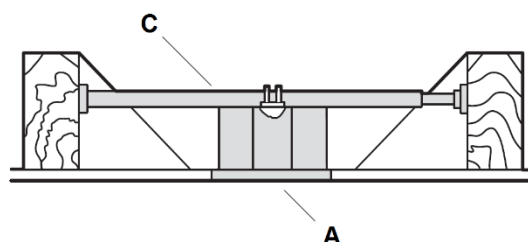

Fig. 5
Para colgar su ventilador donde ya haya un elemento de instalación pero sin vigas, puede que necesite instalar una barra para colgar (C) como la mostrada en la imagen 5. Asegúrese de que la barra de colgar que adquiera haya sido diseñada para usarse con ventiladores de techo.